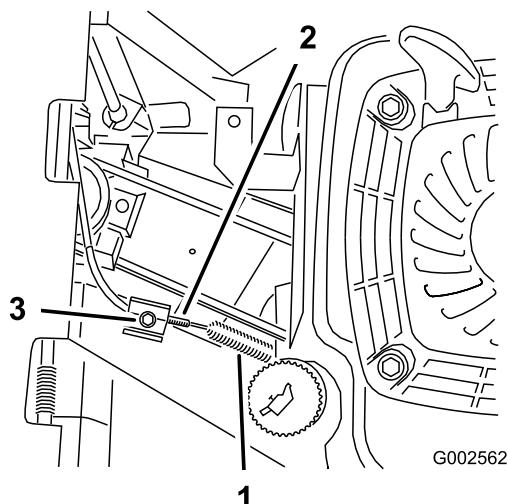

Figura 29
- Afloje el tornillo de la abrazadera hasta que se deslice el conducto del cable del freno (Figura 29).